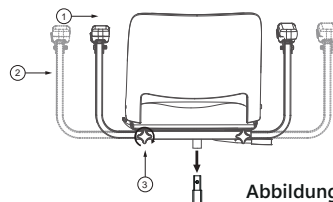

Abbildung 13
2. Bewegen Sie die Armlehnen in die gewünschte Position und ziehen Sie die Einstellschrauben wieder fest, um den Abstand zwischen den Armlehnen zu ändern (siehe **Abbildung 13**).